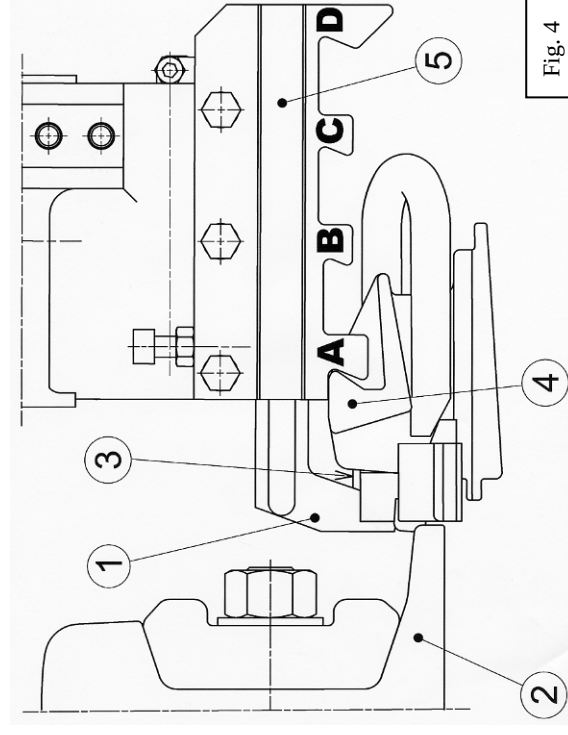

Fig. 4
- Pour extraire un clip « spécial » (maintien du rail Rep.② dans les zones d'éclissage), procéder comme suit :
- (a) positionner les cames de l'appareil en position n°A (Fig.4) et pomper jusqu'à emmener l'outil au contact du clip Rep. ③ (pendant la phase d'approche de l'outil au contact du clip, il est indispensable de saisir fermement la poignée de travail afin de plaquer l'appareil sur l'attache pour faire en sorte que le début de l'extraction soit réalisé dans de bonnes conditions).
- (b) une fois l'outil Rep.① au contact du clip Rep.③, pomper jusqu'à ce que le clip soit extrait conformément aux consignes en vigueur sur le chantier.